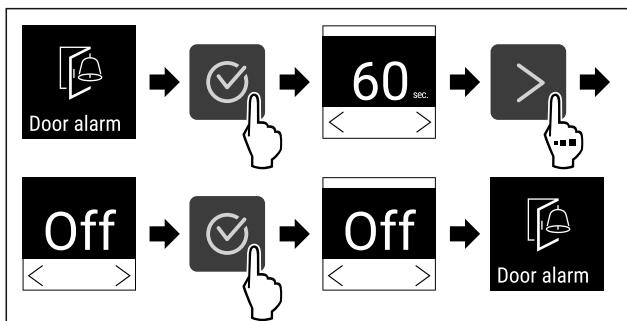

Fig. 122
- ▶ Провести етапи операцій (див. Fig. 122).